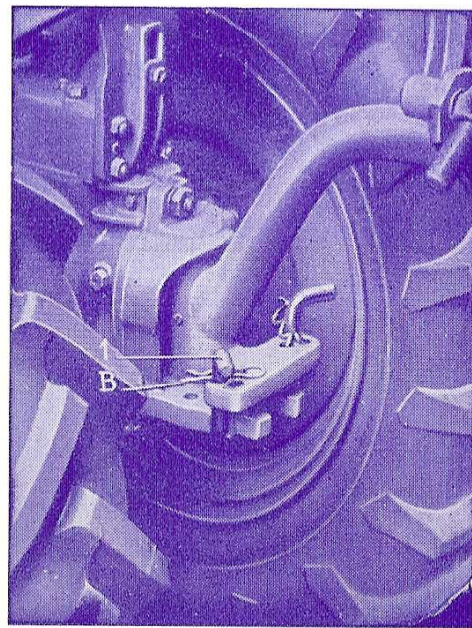

Fig. 14
C) **Articulation bloquée** : (fig. 14) cette position est nécessaire dans les travaux en voie étroite et pour les binages en terrains caillouteux. Les broches (1) sont placées dans les trous (B).